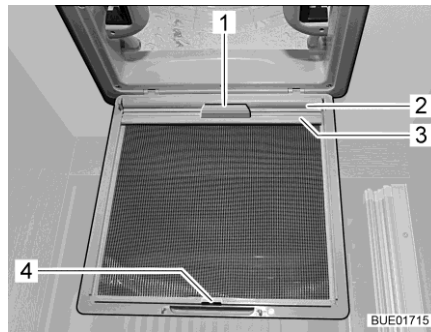

Fig. 114 Persiana oscurecedora enrollable (claraboya)
- Extraer la persiana oscurecedora enrollable (Fig. 114,2) por el tirador (Fig. 114,1) y enganchar el listón de sujeción (Fig. 114,3) en el gancho (Fig. 114,4) en la protección contra insectos.
- Desenganchar el listón de sujeción (Fig. 114,3) del gancho (Fig. 114,4) y regresar la persiana oscurecedora enrollable (Fig. 114,2) lentamente por el tirador (Fig. 114,1).